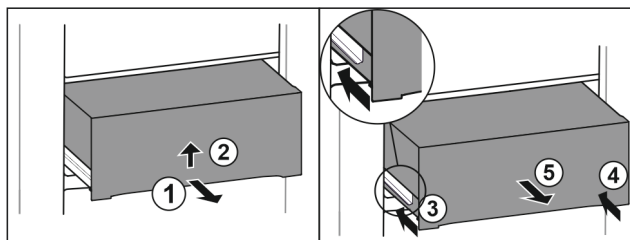

Fig. 31
- ▶ Zásuvku napůl vytáhněte. Fig. 31 (1)
- ▶ Zvedněte zásuvku na spodní straně. Fig. 31 (2)
- ▶ Zasuňte levou kolejničku. Fig. 31 (3)
- ▶ Zasuňte pravou kolejničku. Fig. 31 (4)
- ▶ Vyjměte zásuvku dopředu. Fig. 31 (5)